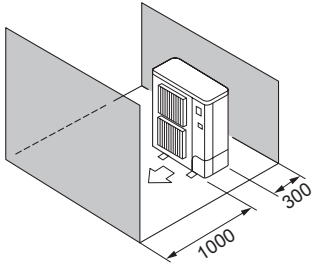

Fig. 2-10
- ⑤ Esteitä vain edessä ja takana (Fig. 2-10)